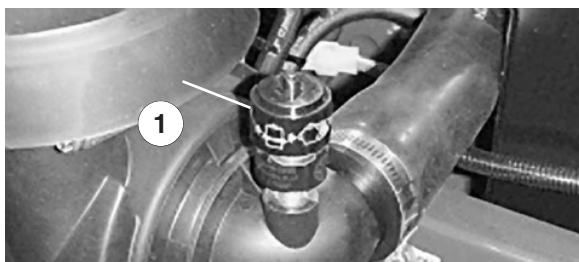

Figure 20
2. Faites l'entretien des filtres à air quand l'indicateur de colmatage (Fig. 20) est rouge ou toutes les 400 heures (plus souvent s'il y a beaucoup de poussière ou de saleté). N'effectuez pas l'entretien du filtre à air plus souvent.
7. Réarmez l'indicateur de colmatage (Fig. 20) s'il est rouge.